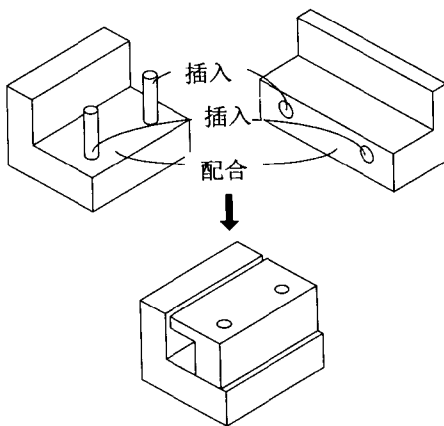

图 1.16
(5) Insert: 轴与孔的配合, 如图 1.16 所示。